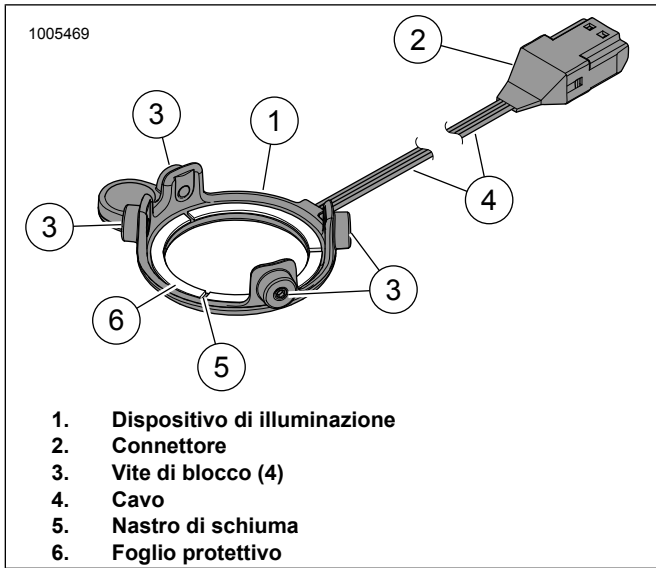

Figura 1. Luce LED, altoparlante rotondo Stage I
3. Vedere la figura 1. Rimuovere il foglio protettivo (6) dal nastro di schiuma (5) sul retro del dispositivo di illuminazione (1).